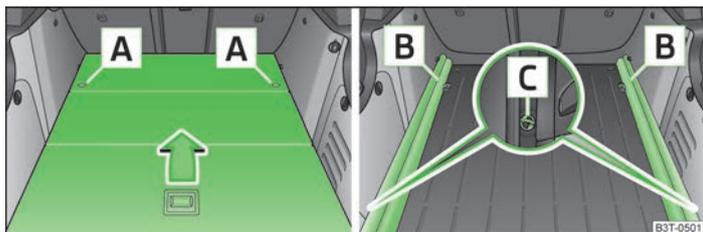

Abb. 71 Gepäckraum: Variablen Ladeboden ausbauen / Tragschienen ausbauen
- Den variablen Ladeboden durch Drehen der Sicherungsösen **A** » Abb. 71 nach links um ca. 90° entriegeln.